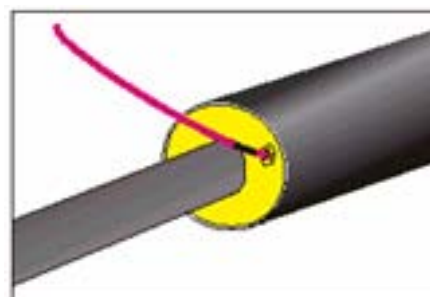

рис.4
3.1.2 Якщо провід СДКМ обірваний, то у місці обриву видалити пінополіуретан на глибину 100-150 мм для вивільнення цілого проводу, який продовжити до потрібної довжини мідним проводом (А-1-06). На зачищені закінчення проводів нанести паяльну мастику (А-1-05), затиснути їх за допомогою з'єднувача (А-1-02) та запаяти місце з'єднання припоєм (А-1-04) (рис.4) - (надалі всі номери виробів СДКМ дивись у каталозі виробів).